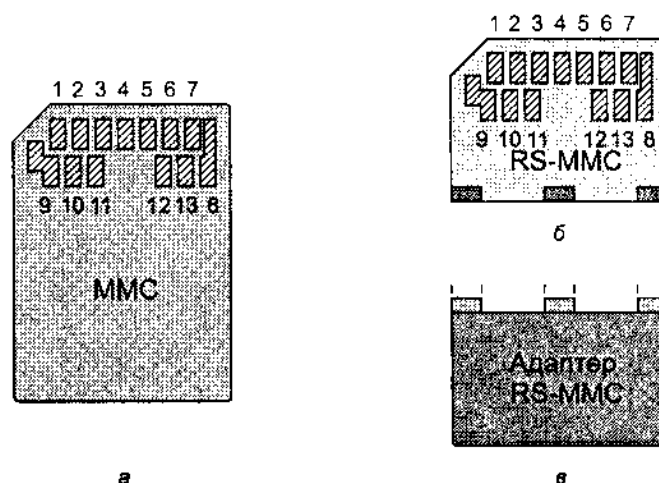

Рис. 9.16. Карты памяти MMC: а — обычная (вид сзади), б — DV-RS-MMC, в — адаптер
- ◆ Обычные карты MMC, размер 32 x 24 x 1,4 мм (рис. 9.16, а), 1-битная шина данных при частоте до 20 МГц, питание — 3,3 В (2,7-3,6 В).
- ◆ Карты MMCmobile, они же DV-RS-MMC, — это карты уменьшенного размера (reduced size) 18 x 24 x 1,4 мм (рис. 9.16, б), которые с помощью механического адаптера-удлинителя (рис. 9.16, в) можно вставлять в обычный слот. Питание двойное (dual voltage) — 1,8 В (1,65-1,95) или 3,3 В (на выбор). Разрядность и скорость те же.